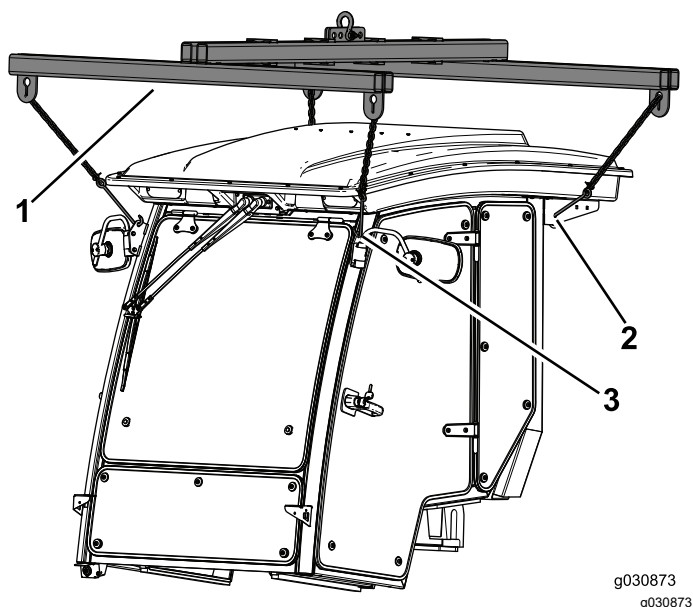

Figure 27
- Utilisez les 4 points de levage pour soutenir la cabine au-dessus de la machine (Figure 27).